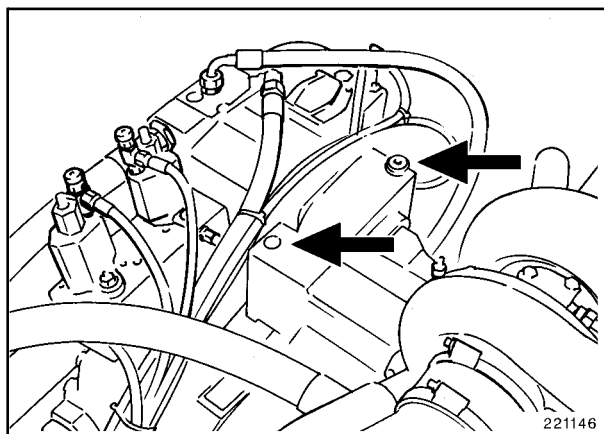

Fig. 16
- Desenroscar el tornillo de evacuación de aire en la bomba hidráulica (Fig. 16).